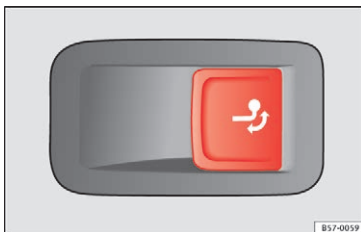

Fig. 217 I højre side af bagagerummet: knap til frigørelse af kuglehoved
- Træk et kort øjeblik i kontakten » **Fig. 217**. Kuglehovedet frigøres automatisk og drejer automatisk ud. Kontrollampen i kontakten blinker » **Fig. 217**.
- Træk et kort øjeblik i kontakten » **Fig. 217**. Kuglehovedet frigøres elektrisk.
- Drej kuglehovedet ind under stødfangeren, indtil det kan høres og mærkes, at det går i hak, og kontrollampen i kontakten » **Fig. 217** lyser konstant.
- Hvis kontrollampen i kontakten » **Fig. 217** blinker, er kuglehovedet endnu ikke gået helt i hak, eller det er beskadiget » ⚠.
- Tryk under ingen omstændigheder på kontakten » **Fig. 217**, hvis der er koblet en anhænger, bagageholder eller andet tilhører til kuglehovedet.